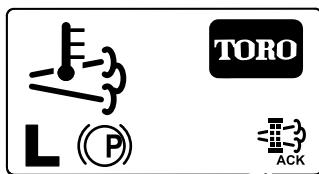

Рисунок 67
- В ходе процесса регенерации дисплей инфо-центра показывает главный экран и в правом нижнем углу экрана отображается значок подтверждения регенерации (Рисунок 67).